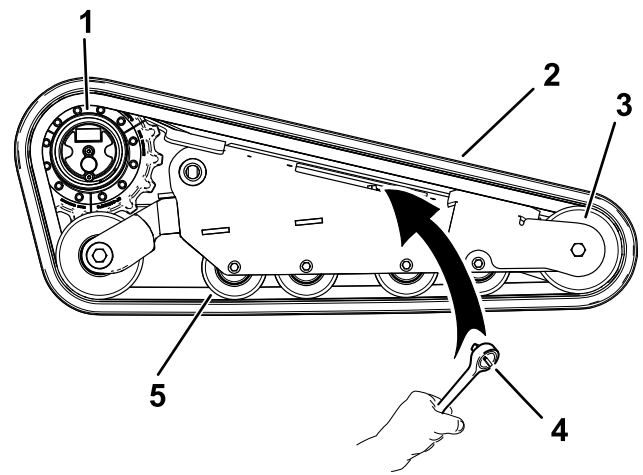

Figure 67
7. À l'aide d'une clé à cliquet de ½ pouce, tournez la vis de tension dans le sens horaire pour détendre la transmission (Figure 65 et Figure 67).
1. Enroulez la chenille neuve sur la roue avant (Figure 67).
2. Poussez la chenille sous et entre les galets de roulement, puis enroulez-la autour de la roue de tension (Figure 67).